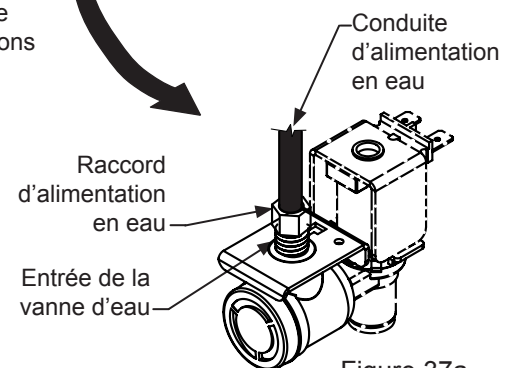
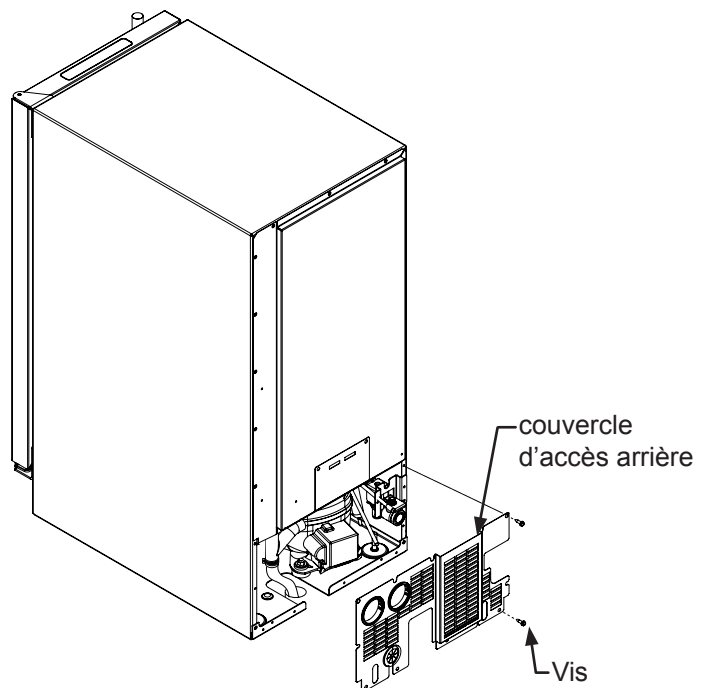

Figure 37a
Figure 38
2. Débranchez le raccord d'alimentation en eau à l'entrée de la vanne d'eau (Voyez la Figure 37a).
3. Passez la commande électronique en position "CLEAN" pendant environ une (1) minute. Cela va activer et ouvrir la vanne d'eau et éliminer la plupart du contenu de la vanne et de la conduite de sortie de vanne vers le réservoir.
6. Ôtez le couvercle d'accès de l'arrière de l'appareil à glaçons (Voyez la Figure 38).